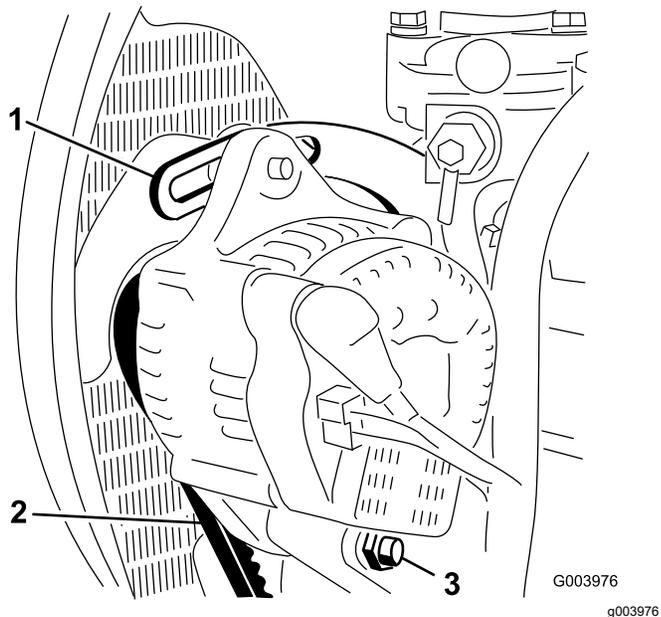

Figura 115
3. Controllate la tensione della cinghia dell'alternatore premendola (Figura 115) al centro tra le pulegge dell'alternatore e dell'albero a gomito con una forza di 10 kg.
4. Allentate il bullone che fissa l'alternatore al supporto e il bullone di rotazione dell'alternatore. (Figura 115)